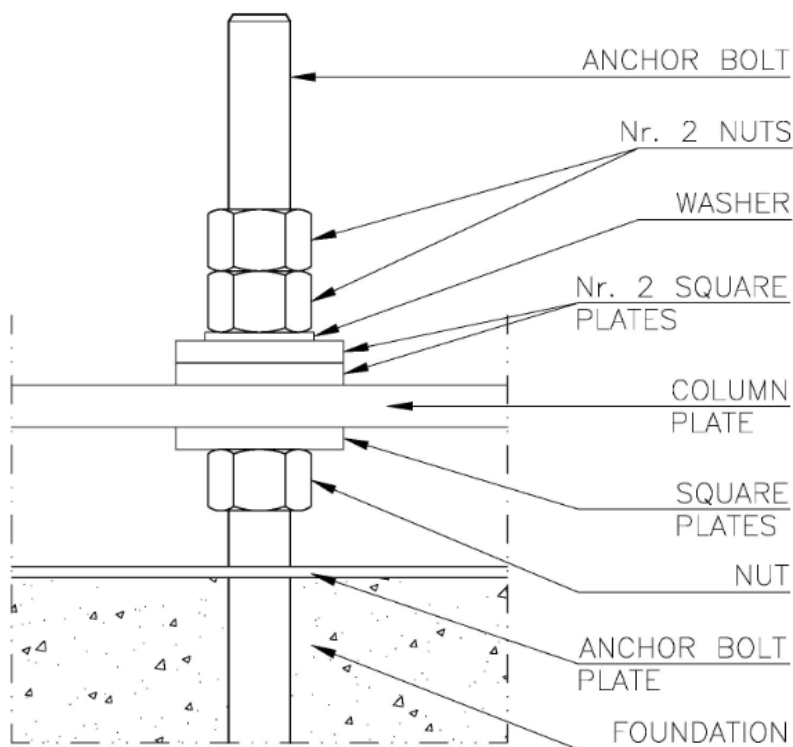
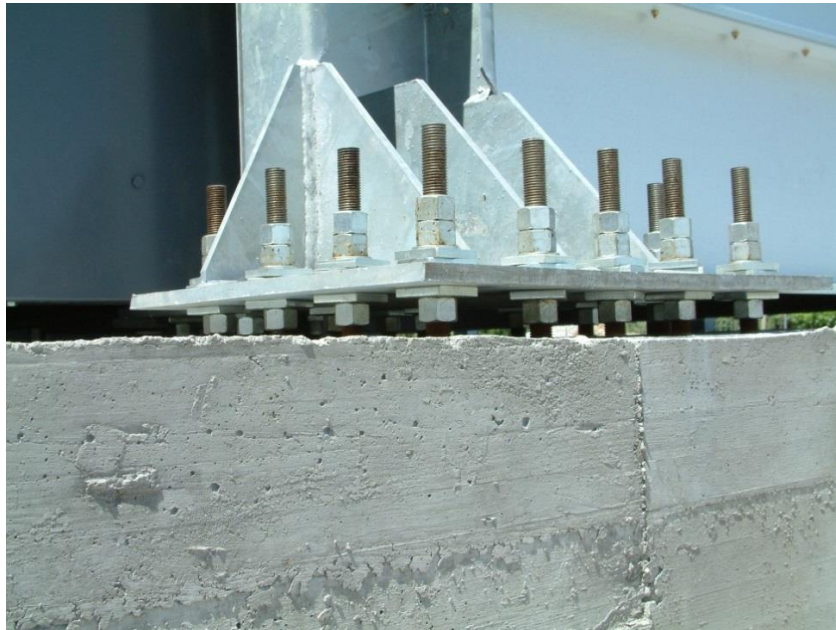

Рисунок 25 Крепление пластины с колонкой к анкерным болтам
Рисунок 26 Крепление пластины с колонкой к анкерным болтам
- Если поверхность фундамента не горизонтальна, привинтите контргайки к анкерным болтам, выравнивая их по заранее установленной высоте (рисунок 25 и рисунок 26).